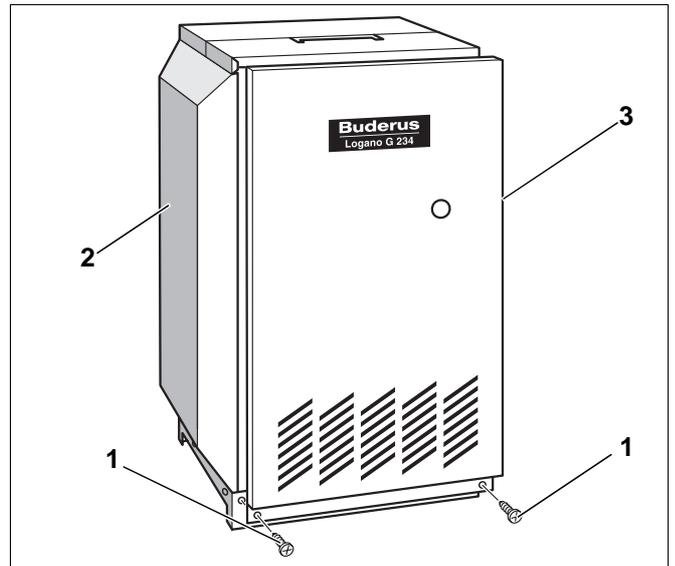

Abb. 8 Kesselvorderwand entfernen
- Sicherungsschrauben (Abb. 8, **Pos. 1**) der Kesselvorderwand (Abb. 8, **Pos. 3**) entfernen.
- Kesselvorderwand (Abb. 8, **Pos. 3**) abnehmen. Dazu Kesselvorderwand leicht anheben und nach vorne abnehmen.